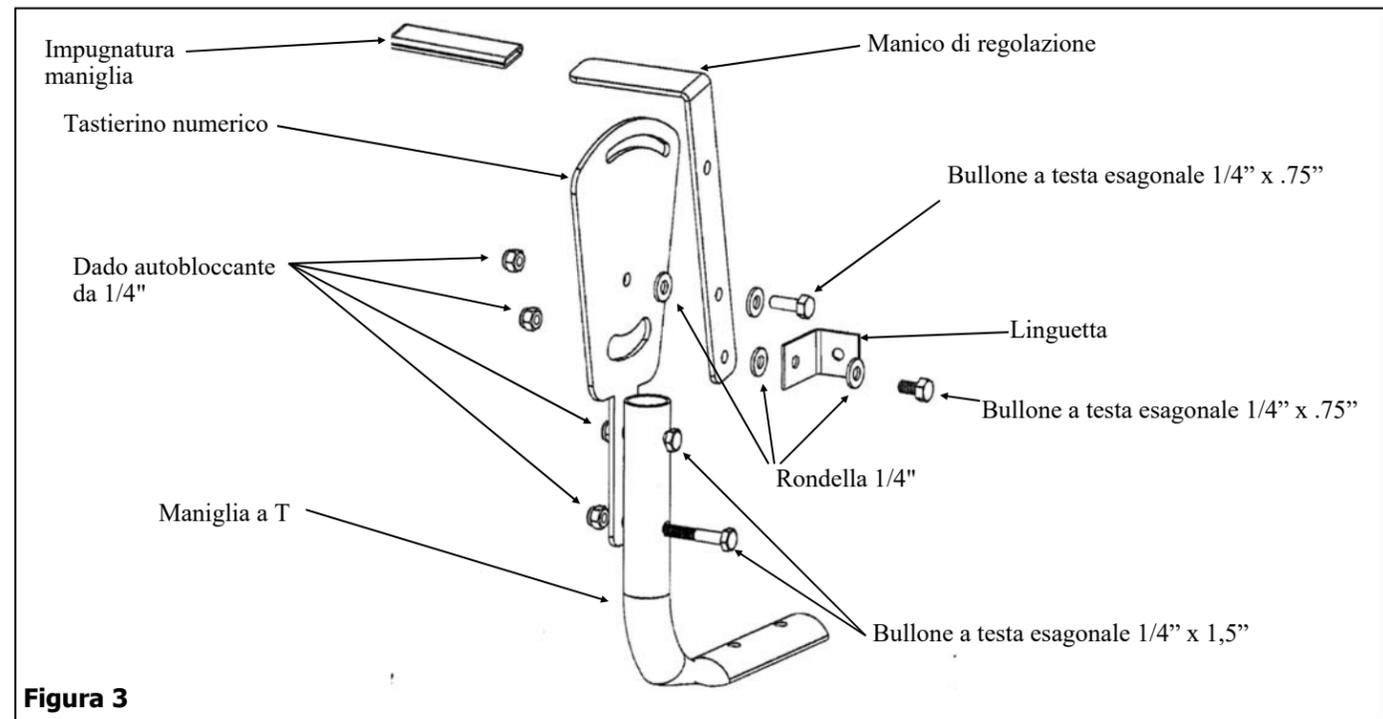

Figura 3
3. Collegare il tastierino numerico alla parte superiore della maniglia a T utilizzando un bullone a testa esagonale da 1/4" x 1,5" e un dado di sicurezza da 1/4". Collegare il manico regolatore al tastierino numerico utilizzando un bullone a testa esagonale da 1/4" x .75" due rondelle da 1/4" e un dado di sicurezza da 1/4". Con un martello, battere delicatamente il tappo del tubo da 1" nell'estremità aperta della maniglia a T. Collegare il tastierino al fondo del manico regolatore Utilizzando un bullone a testa esagonale da 1/4" x .75", due rondelle da 1/4" e un dado da 1/4". Far scorrere l'impugnatura sul manico regolatore. Vedi Figura 3.